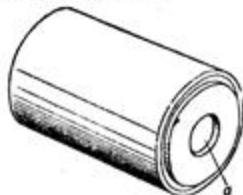

Рис. 11. Взрыватель:
3. Держа ствол 8 приспособления вертикально (прицельной стойкой 2 вверх), вложить взрыватель (рис. 11) в хвостовую часть мины так, чтобы торец его с отверстием а (над капсюлем-воспламенителем) был обращён вверх.
3. Вставить в большое гнездо в разрывном заряде взрыватель (см. рис. 11) так, чтобы торец его с отверстием а (над капсюлем-воспламенителем) был обращён внутрь, т. е. к детонирующему устройству.